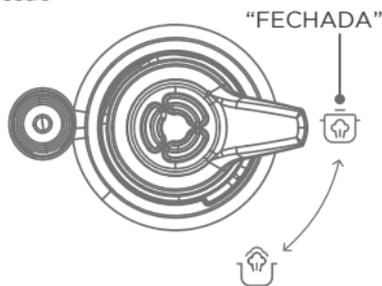

Fig. 5
- Para cozimento com pressão, durante o funcionamento certifique-se que a válvula esteja na posição "FECHADA"  (Fig. 5) para garantir que a panela de pressão esteja devidamente selada.